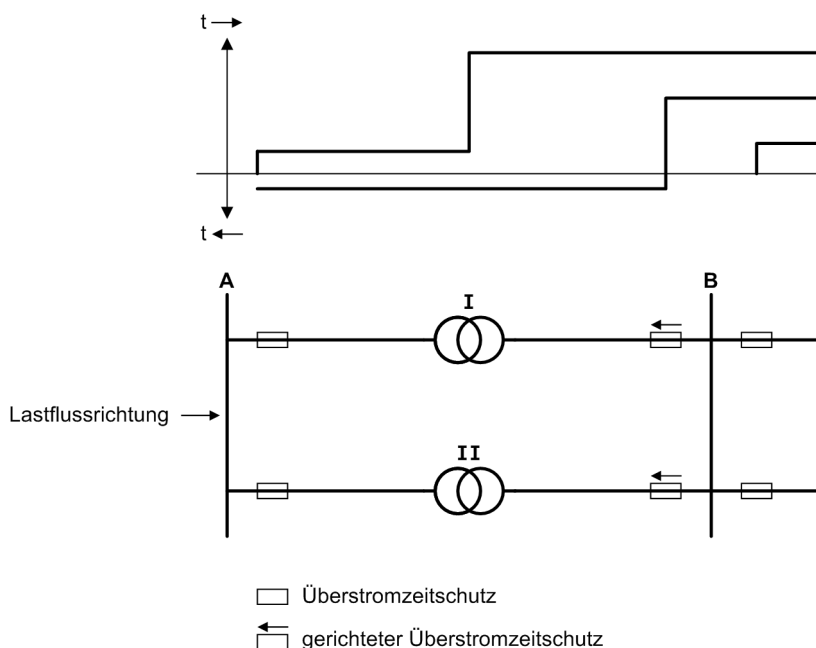

Bild 2-13 Überstromzeitschutz bei Paralleltransformatoren
Bei einseitig gespeisten Parallelleitungen oder -transformatoren (siehe Bild 2-13) würde bei einem Fehler auf dem einen Zweig (I) der andere (II) mitaufgetrennt werden, wenn nicht durch ein Richtungsmessglied (bei B) die Auslösung des Schalters im Parallelzweig verhindert wird. An den im Bild 2-13 mit Richtungspfeil gekennzeichneten Stellen wird daher ein gerichteter Überstromzeitschutz eingesetzt. Dabei ist zu beachten, dass die „Vorwärts“-Richtung des Schutzrelais die Richtung auf das zu schützende Objekt darstellt, die nicht mit der Leistungsrichtung des normalen Lastflusses identisch sein muss, wie das Bild 2-13 zeigt.